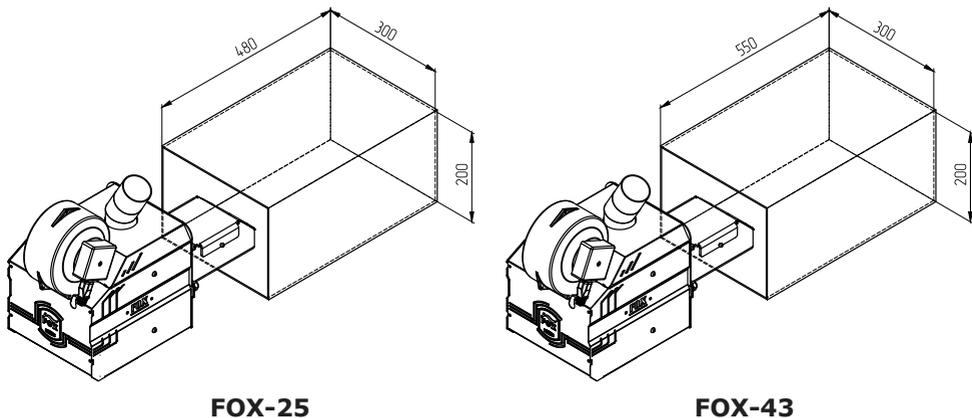

Рис. 15 Минимальные габариты топки котла
7.2.3. Минимальные габариты топки для установки приставной пеллетной горелки представлены на Рис.15.